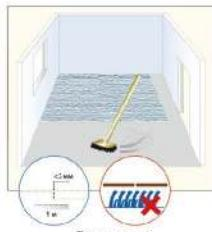

Рисунок 5
6. Укладка ламината допустима на линолеум, паркетную доску или иное основание при условии соблюдения требований ровности, прочности и влажности оснований для укладки ламината. Не желательна укладка ламината поверх коврового покрытия из-за эффекта «статического разряда» (см. рис.5). Если укладка производится на бетонное основание, то относительная влажность не должна превышать 2,5%. Все неровности стяжки, превышающие 3 мм на 1 пм, должны быть устраниены. Основание должно быть чистым, сухим, ровным и прочным.